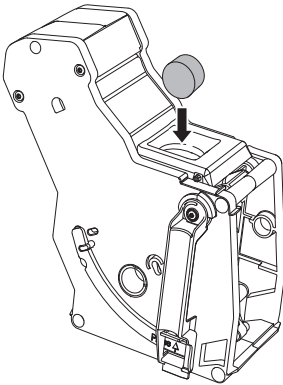

Рис. 18: Уложить чистящую таблетку в блок заваривания.
4. Подставьте емкость для кофейного жмыха под капучинатор. 5. Извлеките блок заваривания и очистите его, как описано в гл. 8.2 Чистка блока заваривания на стр. 35. При этом не включайте аппарат. 6. Уложите чистящую таблетку в блок заваривания (см. Рис. 18). Вставьте блок заваривания в аппарат, как описано в гл. 8.2 Чистка блока заваривания на стр. 35. » Аппарат показывает, что достигнут третий этап программы. » Начинается процесс очистки. » Через несколько минут аппарат показывает, что – достигнут четвертый этап программы, – поддон для сбора капель и емкость для кофейного жмыха должны быть опорожнены. 7. Слейте жидкость из поддона для сбора капель и емкость для кофейного жмыха.